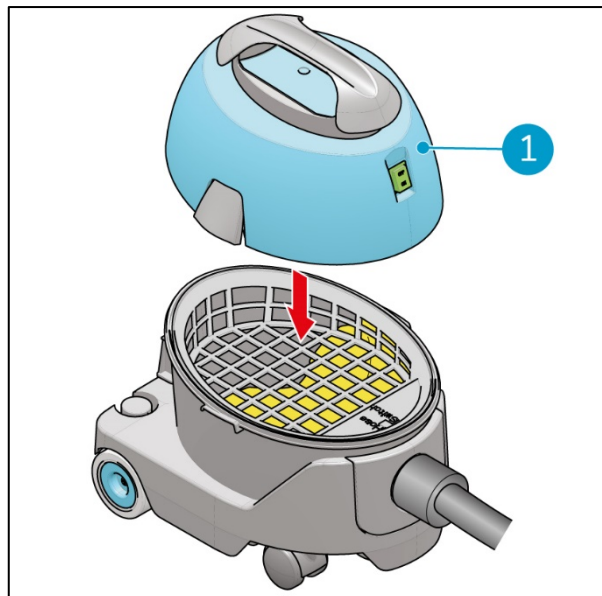

Figura 13
15. Posizionare la parte superiore (Figura 13, pos 1) sul corpo principale.